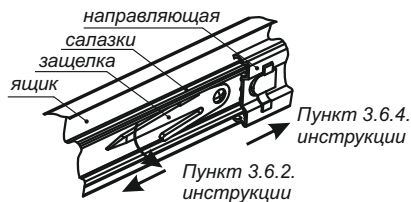

Рис. 2. Схема извлечения ящика
- 3.6. Установить ящики на кронштейнах поз. 3 на клипсы стоек поз. 2 (для удобства установки ящики можно снять (для этого необходимо полностью выдвинуть по очереди ящики из кронштейнов и, как показано на рис. 2, отжать рычаги защелок с двух сторон каждого ящика и снять ящики) и, установив кронштейны на тележку, затем установить на них ящики. Сначала устанавливается нижний уровень ящиков на кронштейне поз. 3 на стойки поз. 2, затем верхний (для арт. 02.232, 02.232Р только верхний).